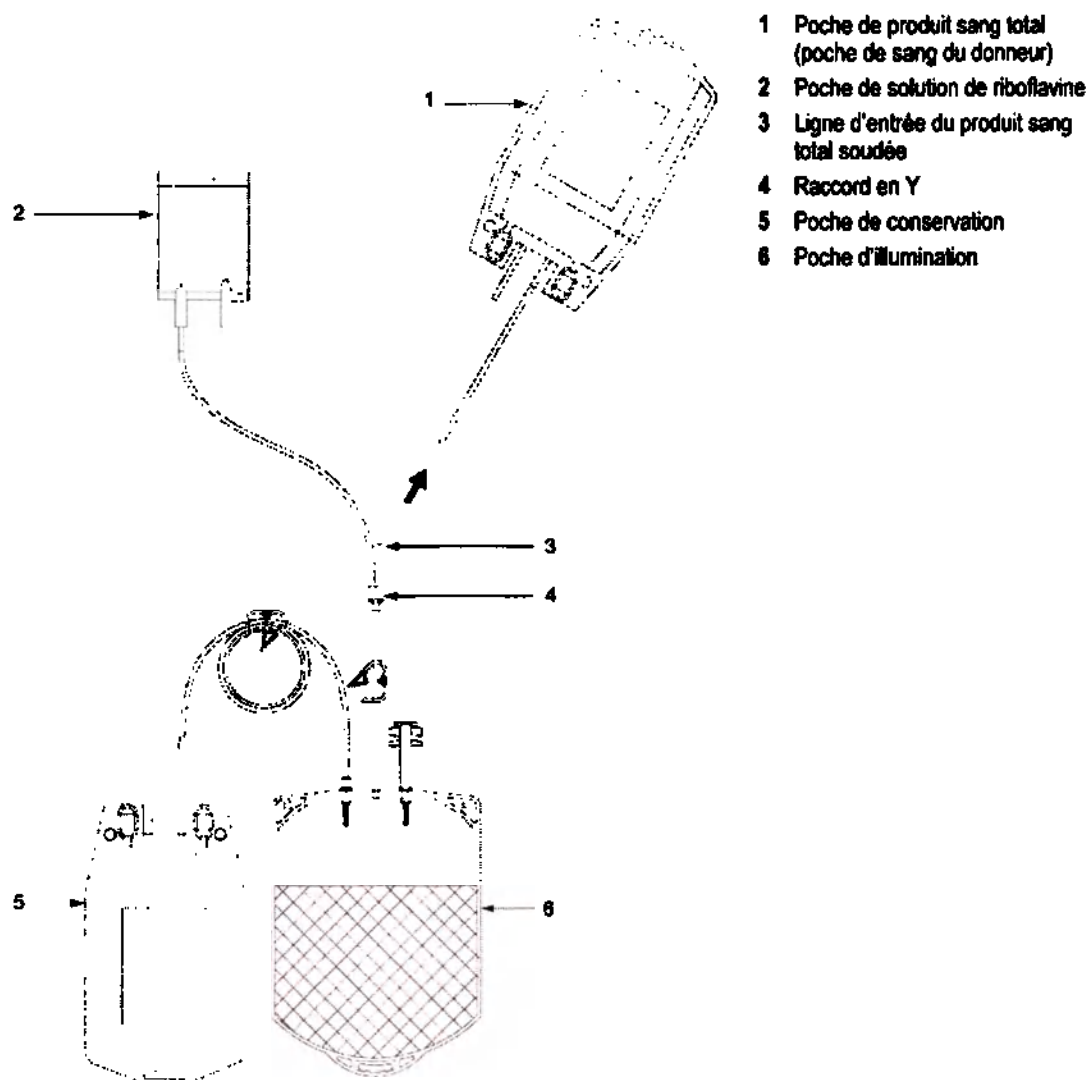

Figure 5 : Déconnexion de la poche de produit sang total
- c. Souder définitivement et déconnecter la ligne d'entrée entre la poche de produit sang total vide et le raccord en Y, en laissant la poche de solution de riboflavine connectée. Voir la figure 5.